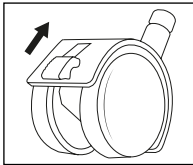

Fig. 5
- ◆ Per un trasporto più agevole, l'apparecchio è dotato di quattro rotelle **10/11**. Sbloccare le rotelle con leva di blocco **11** premendo le leve verso l'alto (vedi Fig. 5). Ora è possibile spostare l'apparecchio comodamente mediante le rotelle.